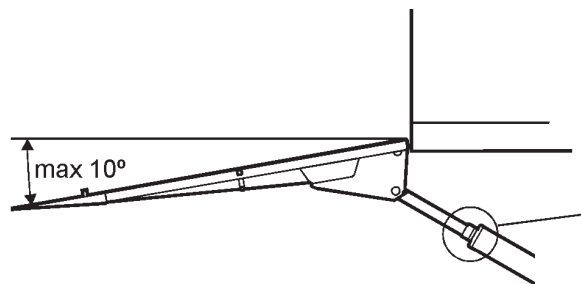

Bild 54. Nedtiltningsvinkel ska justeras till max 10°
1. Kör lyft-upp så att lyftbryggan når flak. Bild 54.
3. Tilta ner bryggan till max 10 grader under horisontalplanet. Bild 54.